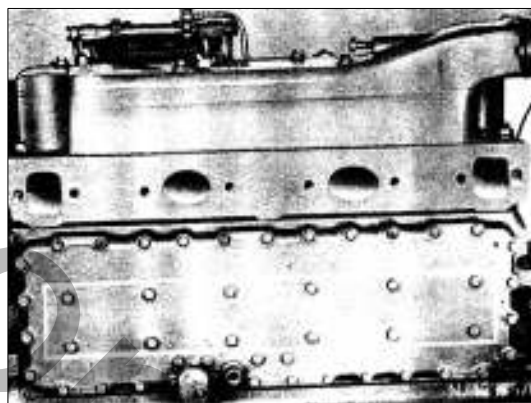

РИС. 129
- 5) Открутите все болты, крепящие радиатор теплообменника к блоку цилиндров и снимите радиатор теплообменника. Не откручивайте 12 болтов в центре радиатора теплообменника, так как они просто удерживают вместе две половинки охладителя (рис. 129).